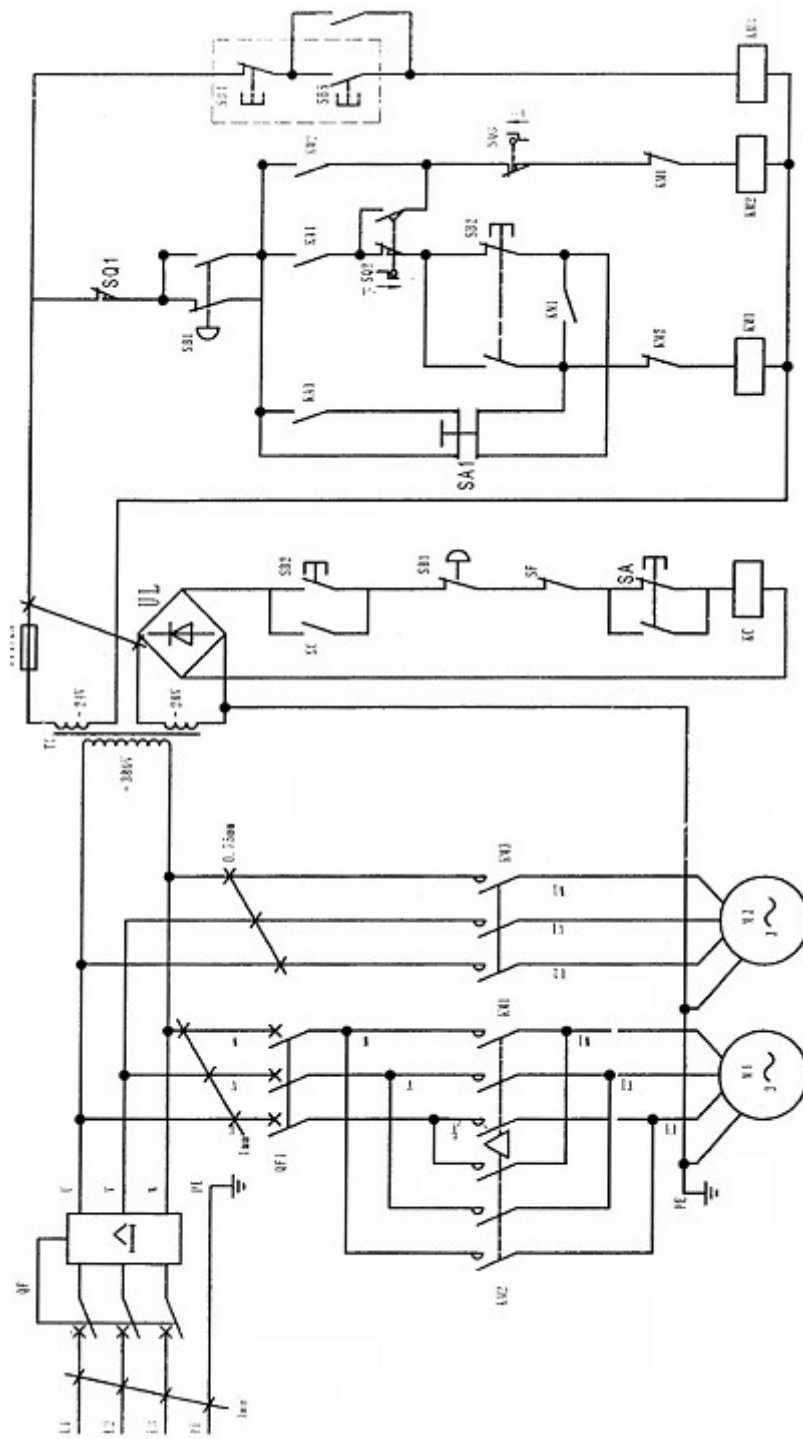

Fig. 4
11. Diagrama de Circuito (Fig. 4)